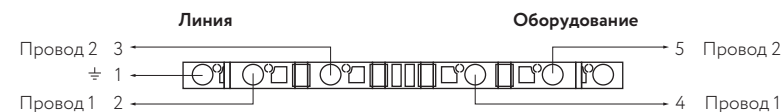

Рисунок 3. Вводы и выводы УЗИП
1.5.2 Вводы и выводы УЗИП показаны на рис. 3.